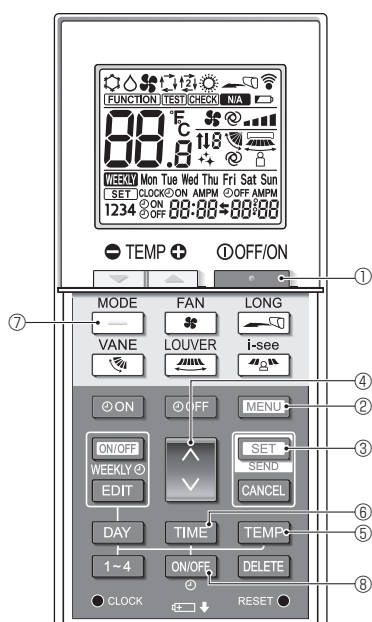
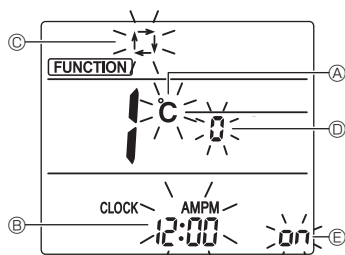

Fig. 7-9
Fig. 7-10
| Point de réglage | Réglage | Fig. 7-10 |
1. Appuyez sur la touche **TEMP** ① pour arrêter le climatiseur.
2. Appuyez sur la touche **MENU** ②.
- L'écran Réglage des fonctions s'affiche et le n° de la fonction ③ clignote. (Fig. 7-9)
- Appuyez sur la touche **▲** **▼** ④ pour changer le n° de fonction.
- Vérifiez que la fonction n° "1" est affichée puis appuyez sur la touche **SET** ③.
- L'écran de réglage de l'affichage s'affiche. (Fig. 7-10)